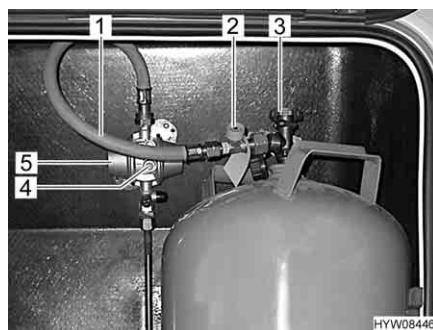

Fig. 45 Vano portabombole
- Chiudere la valvola principale di arresto (Fig. 45,3) della bombola del gas. Osservare la direzione della freccia.
- Svitare manualmente il tubo del gas (Fig. 45,1), dalla bombola del gas (filettatura sinistrorsa).
- Premere con forza il dispositivo antirottura della tubazione (Fig. 45,2) e tenerlo premuto per ca. 5 secondi.
- Premere con forza il pulsante verde (Fig. 45,4) del regolatore di pressione del gas (Fig. 45,5) e tenerlo premuto per ca. 5 secondi. La sorveglianza della pressione è attivata.